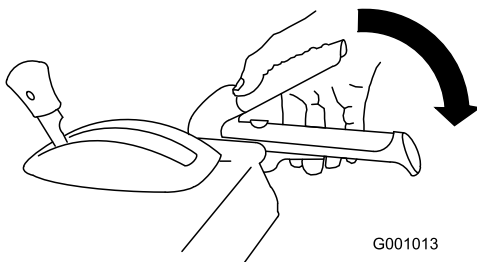

Figure 39
2. Engagez le levier de la vis sans fin/turbine et maintenez-le en place (Figure 39).